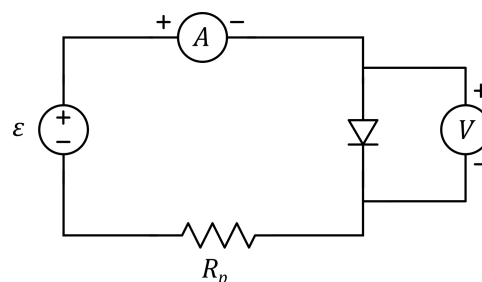

Figura 8 Esquema de montagem com fonte de tensão contínua, **diodo**, resistor de proteção ($R_p = 150\Omega$), voltímetro e amperímetro.
1. Monte o circuito esquematizado na figura 8, que contém um diodo e um resistor de proteção $R_p = 150\Omega$.